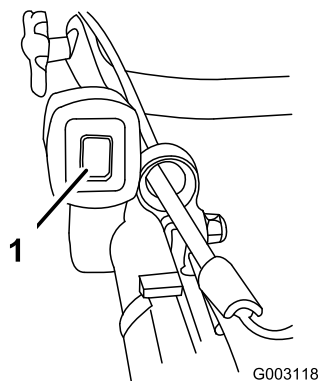

Bild 20
1. Stellen Sie das Zündschloss auf die Stellung Ein (I) (Bild 20).